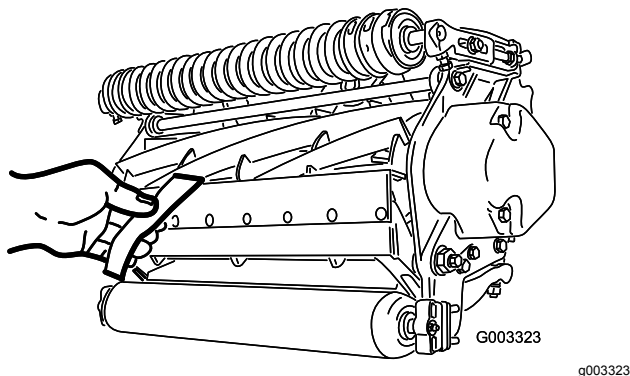

図 10
2. 切れ味確認用のペーパーToro P/N 125-5610を一枚、リールと下刃の間に、下刃に対して直角になるように差し入れて、カッティングユニットの切れ味をテストする **図 10**。ゆっくりとリールを回転させるこれで紙が切れれば合格である。